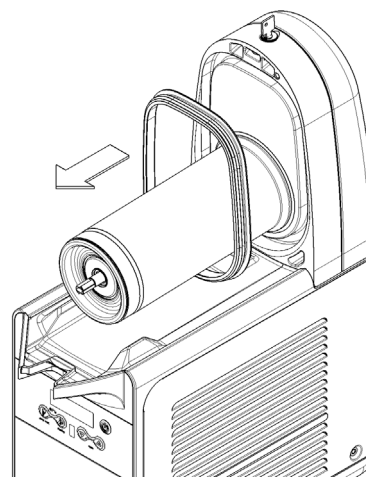

figura 10
- 4 Togliere la guarnizione dalla apposita sede (vedere figura 10).